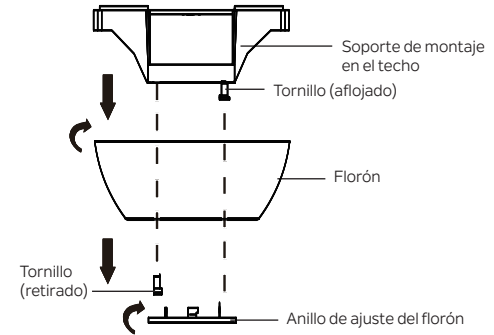

Figura 5
Paso 1. Retire el anillo de ajuste del florón girándolo en sentido contrario a las manecillas del reloj. **(Figura 5)**
Paso 2. Retire el florón del soporte de montaje del techo: afloje media vuelta el tornillo en la ranura de orificio alargado, retire (y guarde) el tornillo del orificio redondo y luego gire el florón (en sentido contrario a las manecillas del reloj). **(Figura 5)**
Paso 3. Alinee el otro orificio del florón con el otro orificio del soporte de montaje del techo. Vuelva a instalar el tornillo que retiró anteriormente (**CÓMO COLGAR EL VENTILADOR: página 9, paso 2, Figura 5**) en los orificios alineados. Apriete ambos tornillos para fijarlos. Fije el anillo de ajuste del florón a las cabezas de los tornillos levantando cuidadosamente el anillo de ajuste del florón hasta el florón (colocando las ranuras de orificio alargado en el anillo de ajuste del florón sobre las cabezas de los tornillos del florón) y luego girando el anillo de ajuste del florón (en el sentido de las manecillas del reloj) hasta que se trabe en su lugar contra los tornillos en las secciones angostas de las ranuras de orificio alargado para asegurarlo.